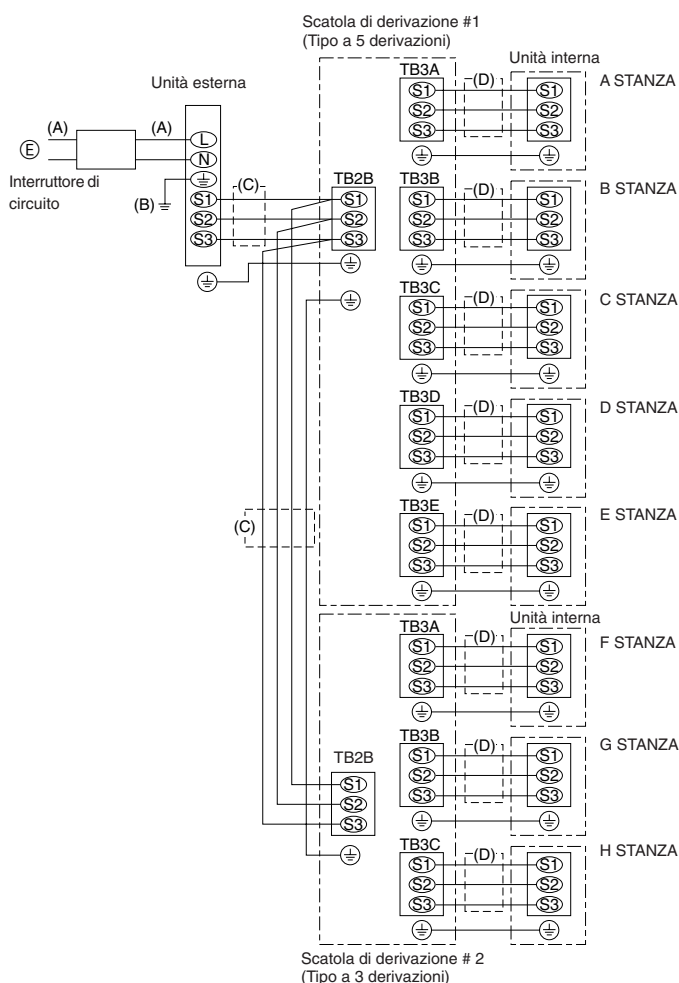

Fig. 7-2
7.3. Procedura cablaggio esterno (Fig. 7-2)